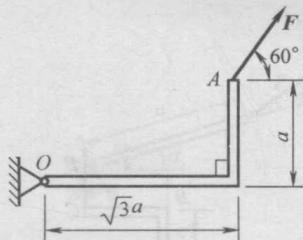

图 1-17
(21) 空间任意力系独立的平衡方程个数为\_\_\_\_\_。
(22) 空间汇交力系的平衡条件是\_\_\_\_\_、\_\_\_\_\_、\_\_\_\_\_。
(23) 大小相等、方向相反且不共线的两个平行力组成的力系称为\_\_\_\_\_。
(24) 如图 1-17 所示, 直角弯杆的 A 端作用一与水平线成  $60^\circ$  夹角的力  $\vec{F}$ , 弯杆的几何尺寸如图所示, 则力  $\vec{F}$  对 O 点的矩  $M_O(\vec{F}) = \text{_____}$ 。